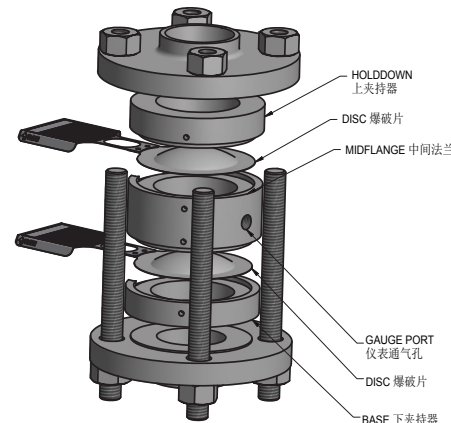
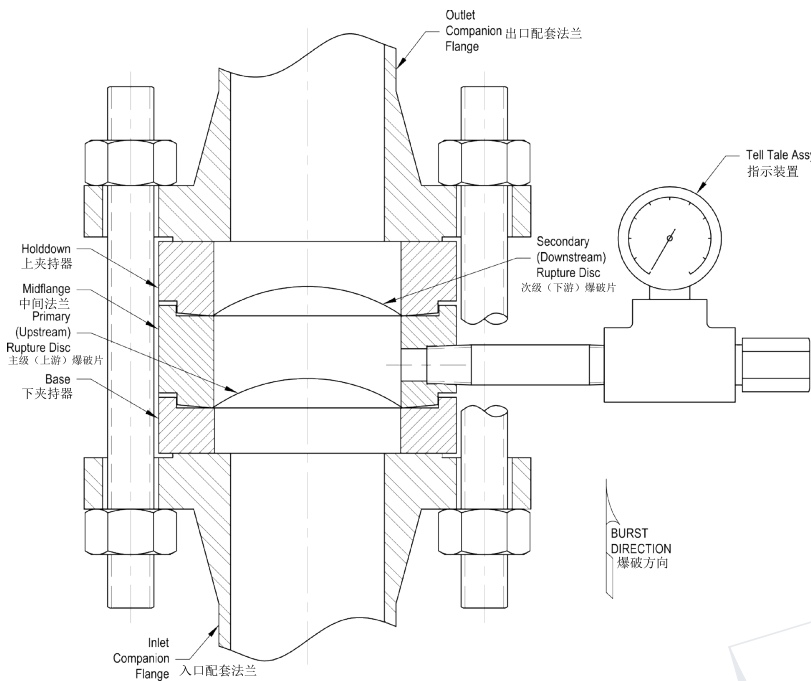

图 1: GI 双爆破片装配分解图
图 2: 双爆破片 GI 安装
一个完整的双爆破片 (DD) 夹持器装配包含两个被安装在夹持器里的爆破片，该夹持器包括三个独立的部分 - 下夹持器，中间法兰和上夹持器（见图 1）。这种 GI 结构使安装和维修相对容易，可以事先在工作台把部件都装配好，然后直接把完整的装配插入配套法兰之间（见图 2）。